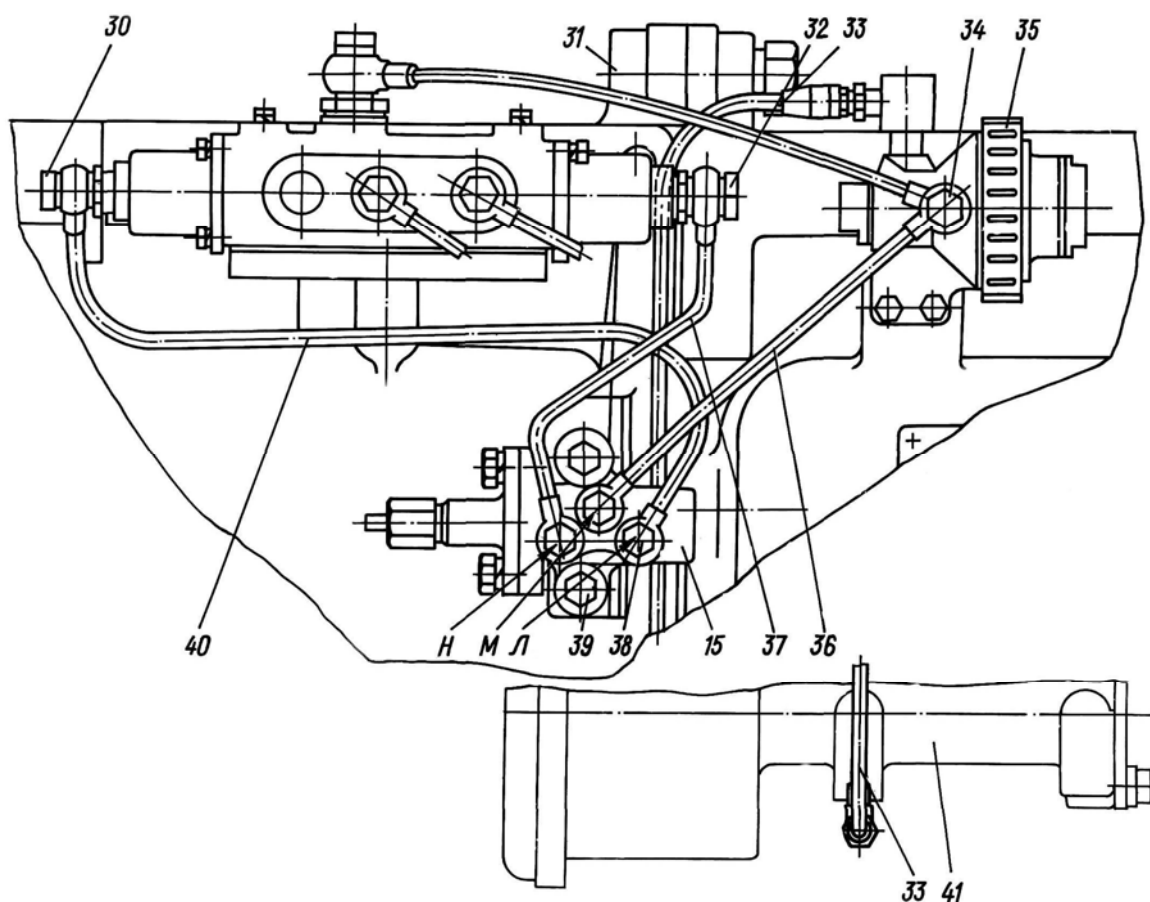

Рис.11. Управление коробкой передач и дополнительной коробкой:
Управление основной коробкой – механическое, осуществляется рычагом 10 (рис.11) из кабины водителя.
Снять подушки пассажирского сиденья и сиденья водителя, снять чехол кожуха турбонагнетателя и средний коврик пола, отвернуть верхнюю крышку 4 (см. рис. 11) рычага. Отвернуть винты 26 крепления крышки корпуса, придерживая от проворачивания установочные винты 27. Отделить крышку 23 от корпуса 2, при этом осторожно извлечь из полости К шарики 25 и пружину 22. Отвернуть винты 28 крепления верхнего и нижнего хомутов 6, отсоединить трос 24 от переключателя 1, одновременно вывести из гнезда корпуса 2 ограничительную гайку 5. При необходимости сместить вниз по рычагу 10 верхний хомут 6. Отвернуть гайку 3, затем отвернуть корпус 2 рычага. При необходимости отвести в сторону ограничительную гайку 5 с тросом. Снять хомуты 6, перемещая их по рычагу 10 и защитной пружине оболочки троса, раздвинуть уплотнительный чехол 9 в нижней его части и расплести стяжку 13 (или разорвать ее). Снять обойму 14 чехла уплотнения рычага 10 с накладки 18 уплотнителя, сдвинуть нижнюю часть уплотнительного чехла 9 с обоймой 14 вверх по рычагу 10, вывернув чехол наизнанку (как показано на рисунке пунктиром) на величину, достаточную для доступа к стяжке 7. Расплести (или разорвать) стяжку 7, вывернуть чехол 9 в первоначальное – исходное положение, снять чехол 9 и обойму 14 в сборе с накладками с рычага 10. Отделить чехол 9 от обоймы 14.
- поверхности трения деталей рычага 10 (см. рис.11) смазать, а полость К переключателя 1 заполнить смазкой ЦИАТИМ-221;